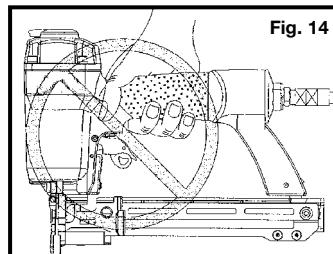

Fig. 14
- Enlevez votre doigt du déclencheur** lorsque les attaches ne sont pas utilisées. Ne portez jamais un outil en ayant un doigt sur le déclencheur. En « mode d'activation », l'outil tire une attache si le mécanisme de sécurité est frappé pendant que le déclencheur est enfoncé. (Fig. 14)